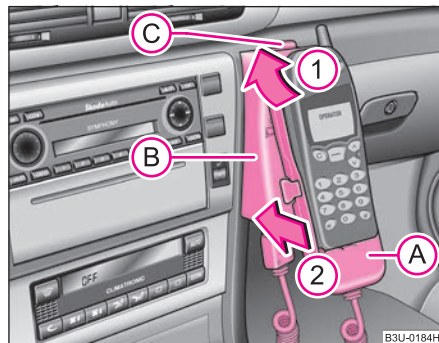

Fig. 132 Connessione telefonica universale anteriore
- Introdurre l'adattatore senza telefono nel supporto (B) nel senso indicato dalla freccia ① ⇒ fig. 132 fino a portare l'adattatore a contatto con l'arresto. Premere leggermente l'adattatore nel senso indicato dalla freccia ② per innestarlo in posizione.
- Collocare il telefono nell'adattatore (A) (seguendo le indicazioni del costruttore) e inserire l'accensione.